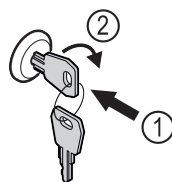

Fig. 172 Atvaizdo pavyzdys
- Įspauskite raktą Fig. 172 (1).
- Pasukite raktą 90° pagal laikrodžio rodyklę Fig. 172 (2).